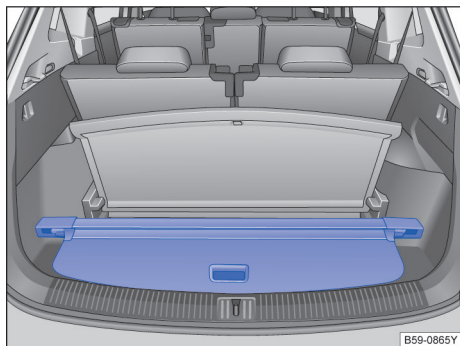

图 195 行李厢地板下方：存放行李厢盖板
- 将拆卸下来的行李厢盖板放置在侧边托架的前部凹槽上→图 195。